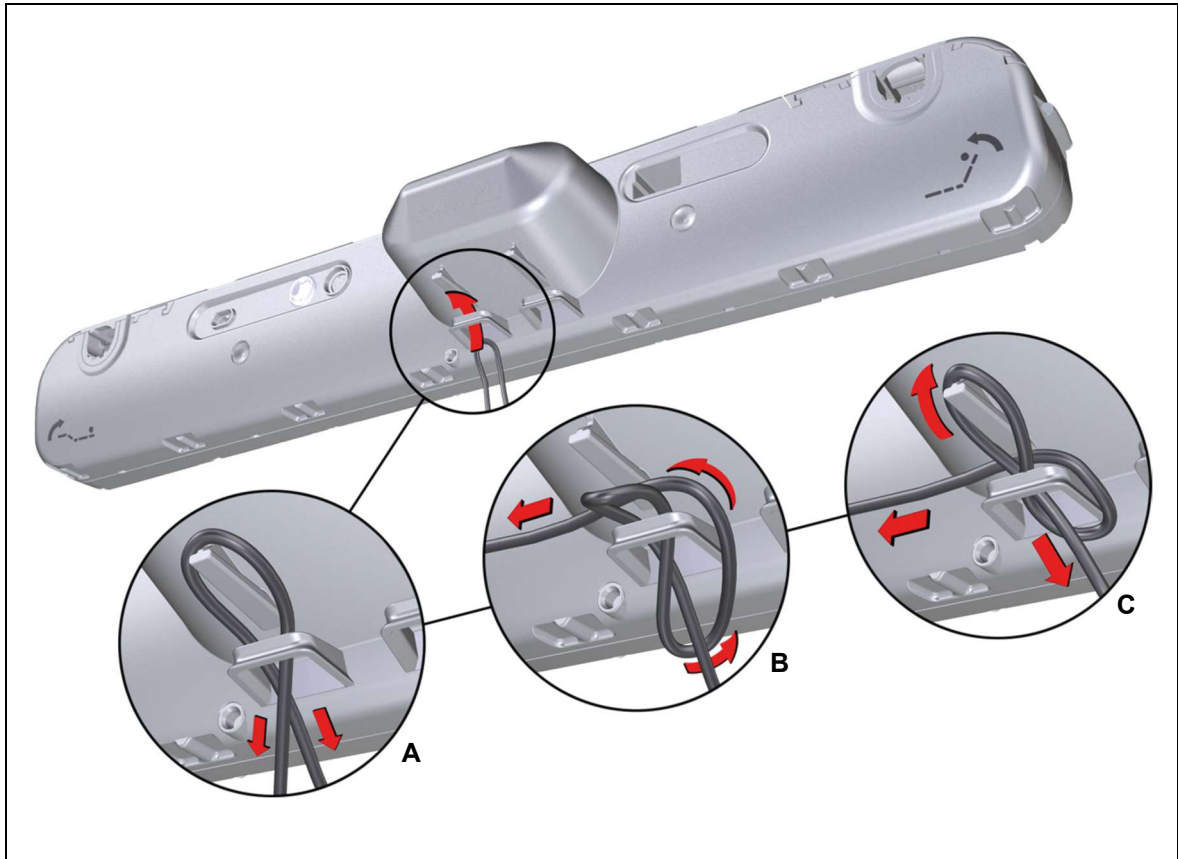

Abbildung 15 Kabel in die Zugentlastung einfädeln
- 2 Schieben Sie das Kabel in einer Schlaufe durch die Zugentlastung wie in Abbildung 15 **A** gezeigt.
- 3 Führen Sie den rechten Kabelstrang zuerst unter dem linken Kabelstrang und dann hinter der Schlaufe durch, wie in Abbildung 15 **B** gezeigt.
- 4 Legen Sie die Schlaufe über den Dorn am Antrieb und ziehen Sie die Schlaufe leicht zurück, wie in Abbildung 15 **C** gezeigt.